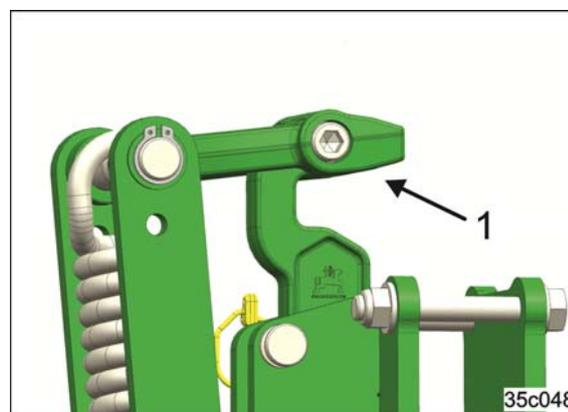

Fig. 121
La moulure de poignée (Fig. 121/1) sert au réglage fiable de la profondeur de travail.
2. Maintenir l'efface-traces de roue du tracteur sur la moulure de poignée (Fig. 121/1)